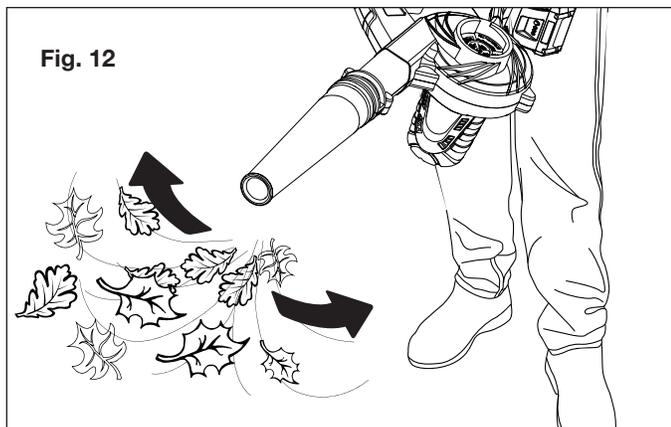

Fig. 12
- Tenez fermement le souffleur/aspirateur d'atelier, la main dominante sur la poignée de l'outil. Balayez transversalement, la section inférieure de la buse étant à plusieurs centimètres au-dessus du sol (Fig. 12).